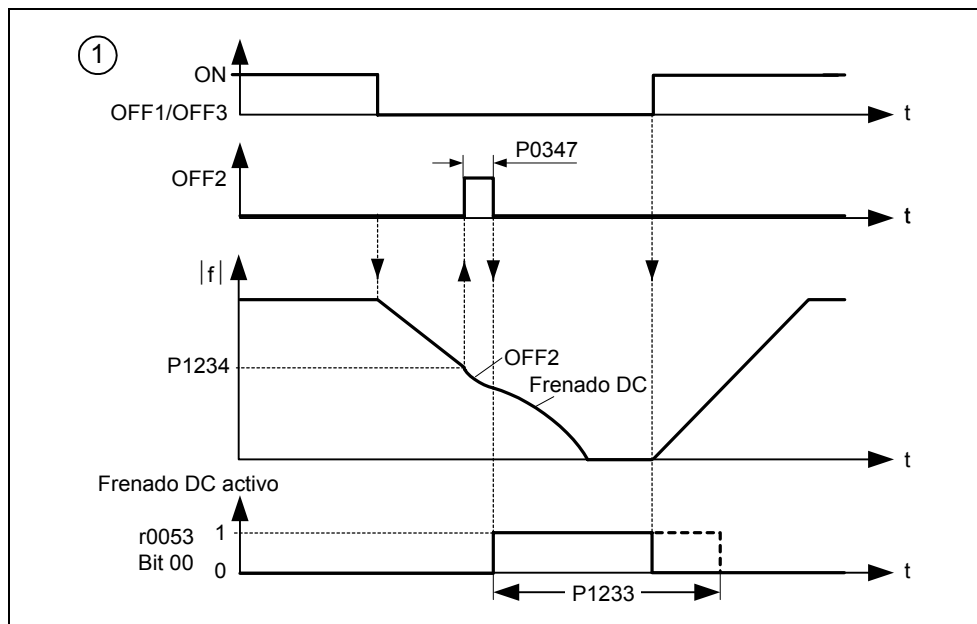

Figura 3-73 Freno por CC después de OFF1 / OFF3
2. Activar el freno por CC con OFF1 ó OFF3 (véase Figura 3-73). El convertidor desacelera con la rampa parametrizada OFF1 / OFF3 hasta la frecuencia de aplicación del freno por CC P1234. La energía cinética del motor va disminuyendo sin riesgo para el accionamiento. Si se ha seleccionado un tiempo de deceleración muy pequeño, se puede generar un fallo por sobretensión en el circuito intermedio F0002.